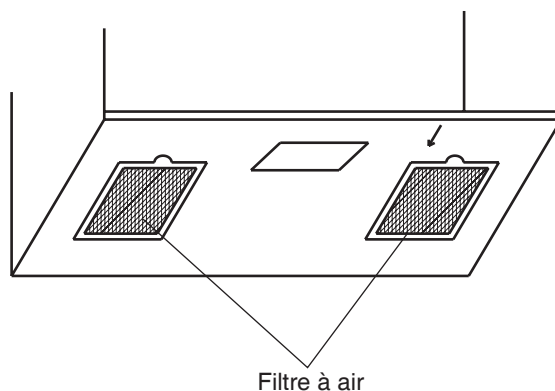

Fig. 5-2
4. Saisir l'anneau du filtre à air, insérer l'extrémité du filtre à air avec l'anneau à l'extérieur dans l'ouverture, puis glisser le filtre à sa place (Fig. 5-2).